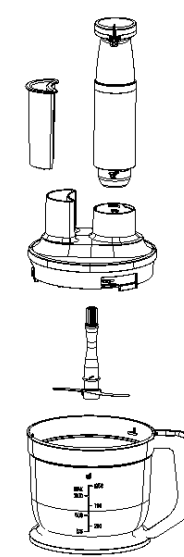

Рис.9
- Установите нож (17) на ось внутри чаши-процессора (16).
- Порядок установки насадок показан на Рис.9.